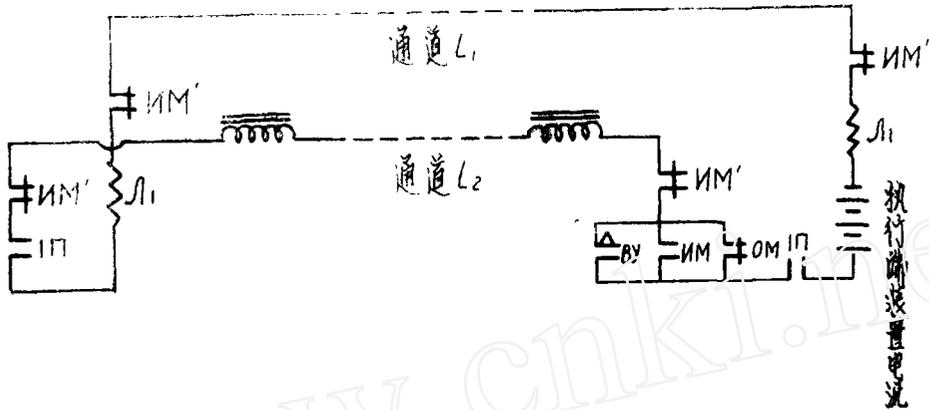
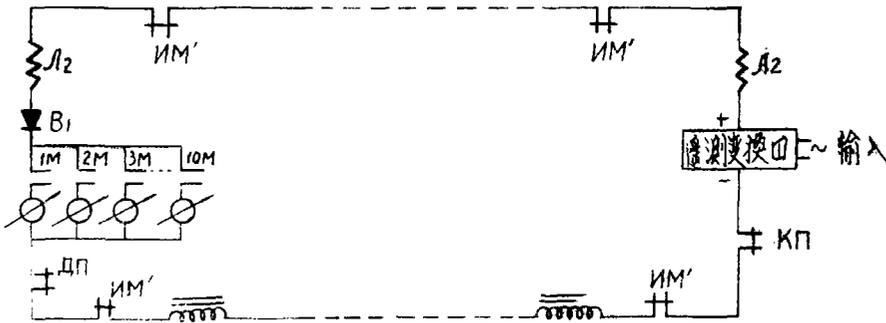
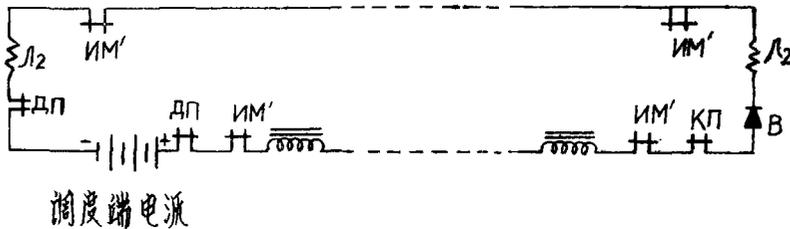

图 1
图 2 两端的 IP, 这时分别由各端供电而保持
图 3
1. 无遥测量时（没有选择遥测对象时），两端的 ИМ' 是释放状态，SF—58 装置动作过程和通讯后，通道均处于遥控专用状态。如图 1
2. 遥测操作时, SF-58 装置的遥测脉冲系列的传送仍在图 1 通道中进行。遥测回答间隔后, 装置两端的 IM 相继启动, 其接点控制 IM' 的启动, 因原来两端 IM 启动时间不同, 执行端较调度端 IM 启动快, 故在执行端 IM' 的启动回路中串入 OM' 接点, 当遥测回答间隔完了时, OM 释放, 引起 OM' 延时释放, 其 OM' 接点接通 IM' 回路, IM' 启动, 正好和调度端的 IM' 同时启动, 两端同时切换, 通道为遥测量传输专用。如图 2;
3. 原来有遥测量, 继续进行第二次遥测时, 遥测一开始, 调度端 DP 启动, 使两端 L_2 同时启动, 其电源由调度端供应, 回路接通情况如图 3;
由于 π_2 启动, 两端ИМ'释放, 通道就由遥测通道(图2)切换至遥控通道(图1)。
4. 原有遥测量进行遥控时, 开始情况如图3, 只是切换至遥控通道后(如图1)传输遥控脉冲系列。
由于 π_2 启动, 两端ИМ'释放, 通道就由遥测通道(图2)而切换至遥控通道(图1)。